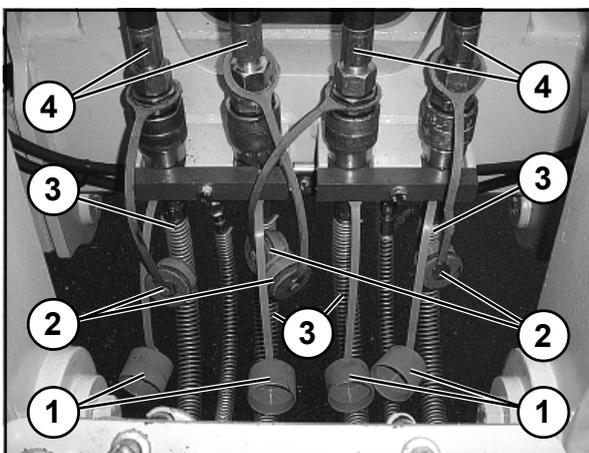

Bild 15
(9) Schutzkappen der Schlauchleitungen des Tieflöffels (Bild 15/2) und Schutzkappen von Schnellkupplungen am Schaufelarm (Bild 15/1) abziehen bzw. abschrauben.
(10) Schlauchleitungen des Tieflöffels (Bild 15/4) mit denen im Schaufelarm (Bild 15/3) verbinden.